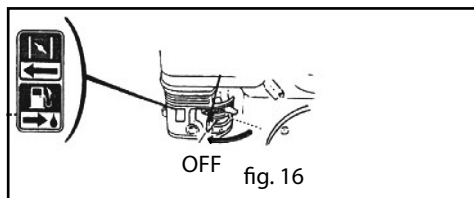

fig. 16
2. Coloque la llave del carburante en posición OFF (Fig. 16).